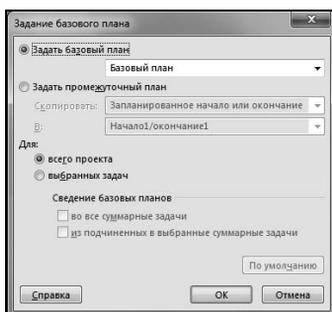

Рис. 5.30. Окно **Задание базового плана**
3. После выполнения п. 2 данного алгоритма будет открыто окно, показанное на рис. 5.30.
4. Для сохранения базового плана предварительного расписания достаточно сохранить показанные на рис. 5.30 установки, то есть выбрать переключатель **Задать базовый план** и выбрать в раскрывающемся списке, расположенном под этим переключателем, значение **Базовый план**. Последнее действие связано с тем, что Project позволяет сохранять для каждого файла 11 базовых планов, причем все последующие базовые планы отличаются от выбранного присвоением каждому из них номера (Базовый план1, Базовый план2 и т. д. до Базовый план10). Каждому из базовых планов в базе данных Project соответствуют значения полей **Базовая длительность**, **Базовое начало**, **Базовое окончание**, **Базовые затраты**, **Базовые трудозатраты** с соответствующими индексами. Это позволяет при необходимости сравнить текущие показатели проекта с любым из созданных базовых планов.